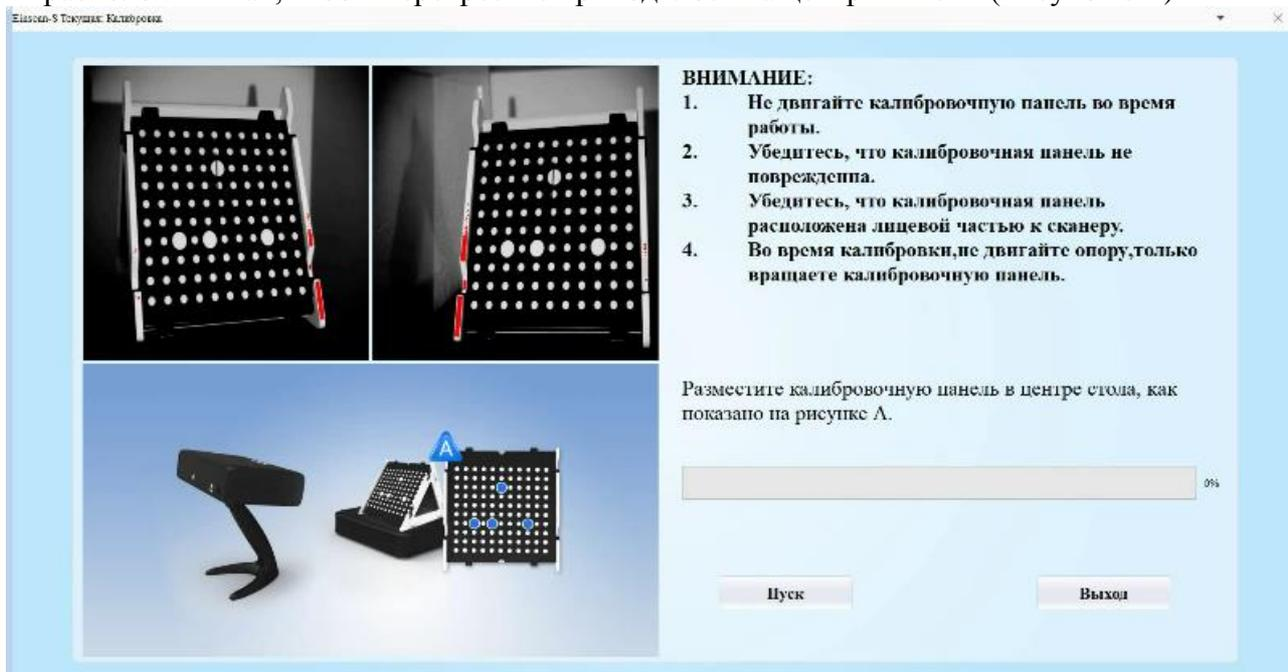
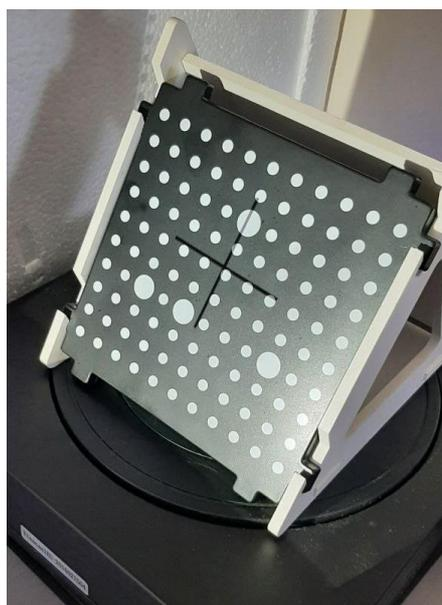

Рисунок 3.3
Рисунок 3.4
2. Провести калибровку сканера с помощью мишени на поворотном столе, выполняя инструкции программного обеспечения на экране монитора (Рисунок 3.3). Мишень расположить так, чтобы перекрестие приходилось на центр мишени (Рисунок 3.4).